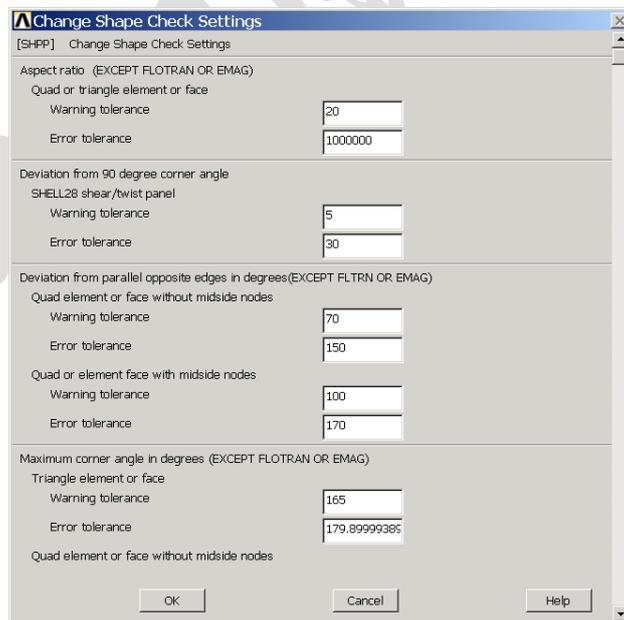

图4.77 改变形状限制参数对话框
(2) 选中 **【Change Settings】** 右边的 **【Yes】** 复选框，然后单击 **【OK】** 按钮，将出现改变形状限制参数对话框，如图 4.77 所示。